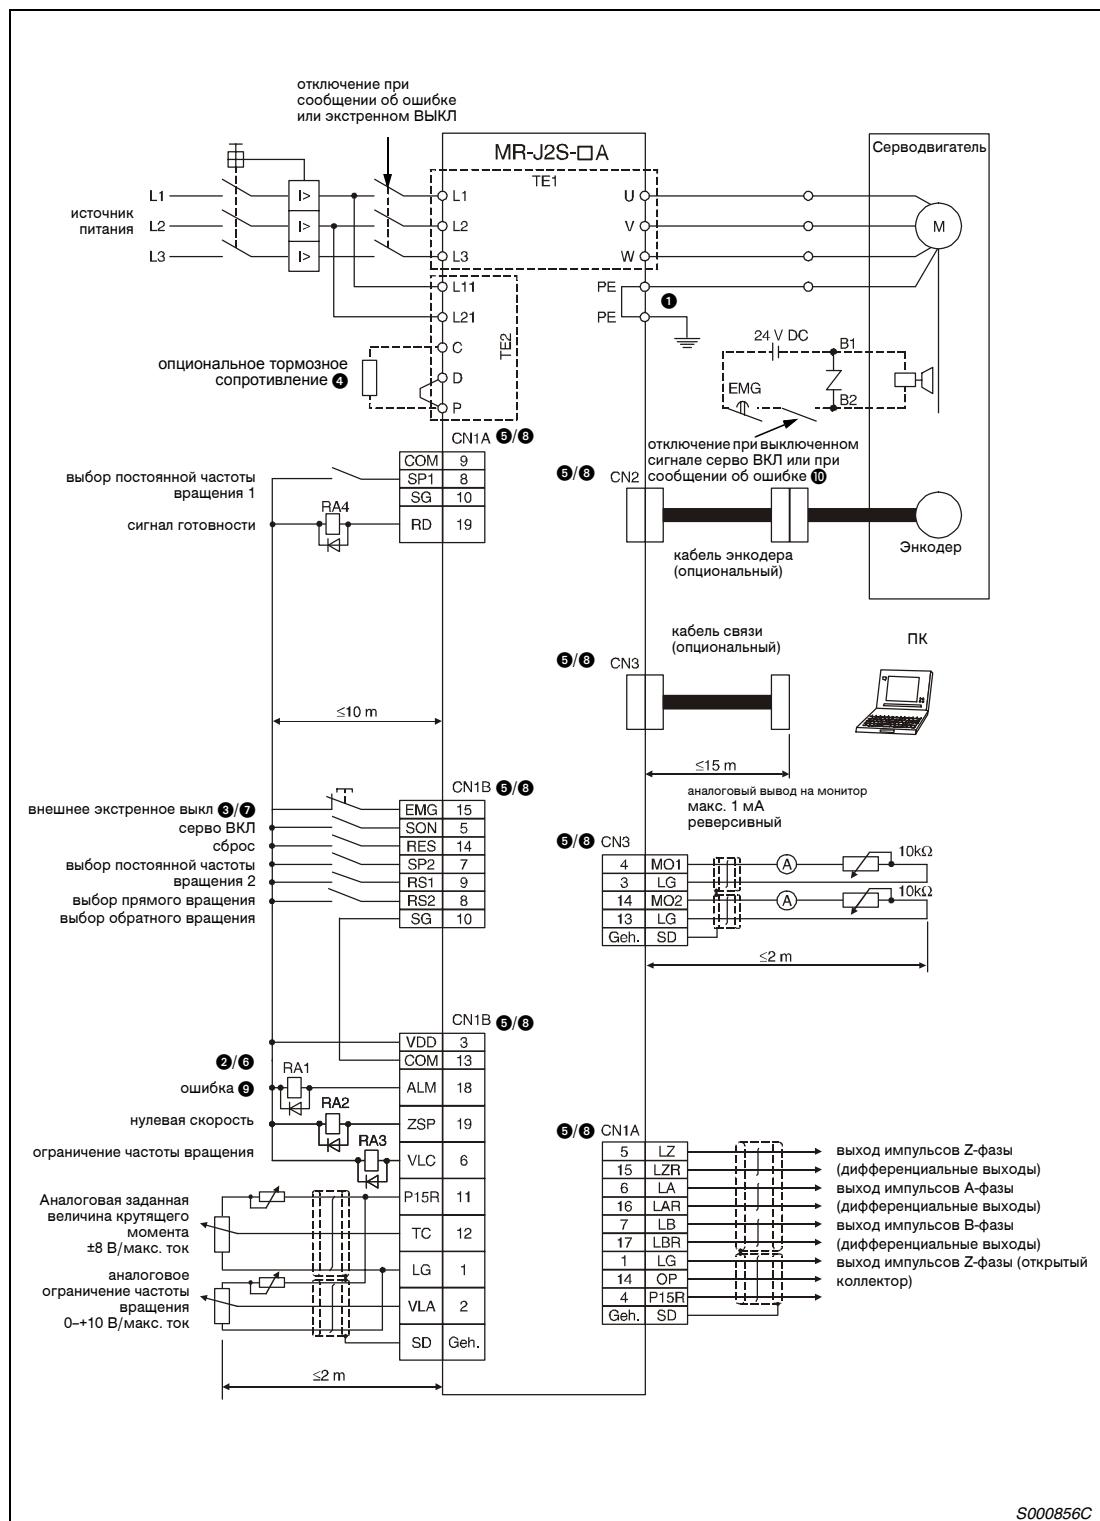
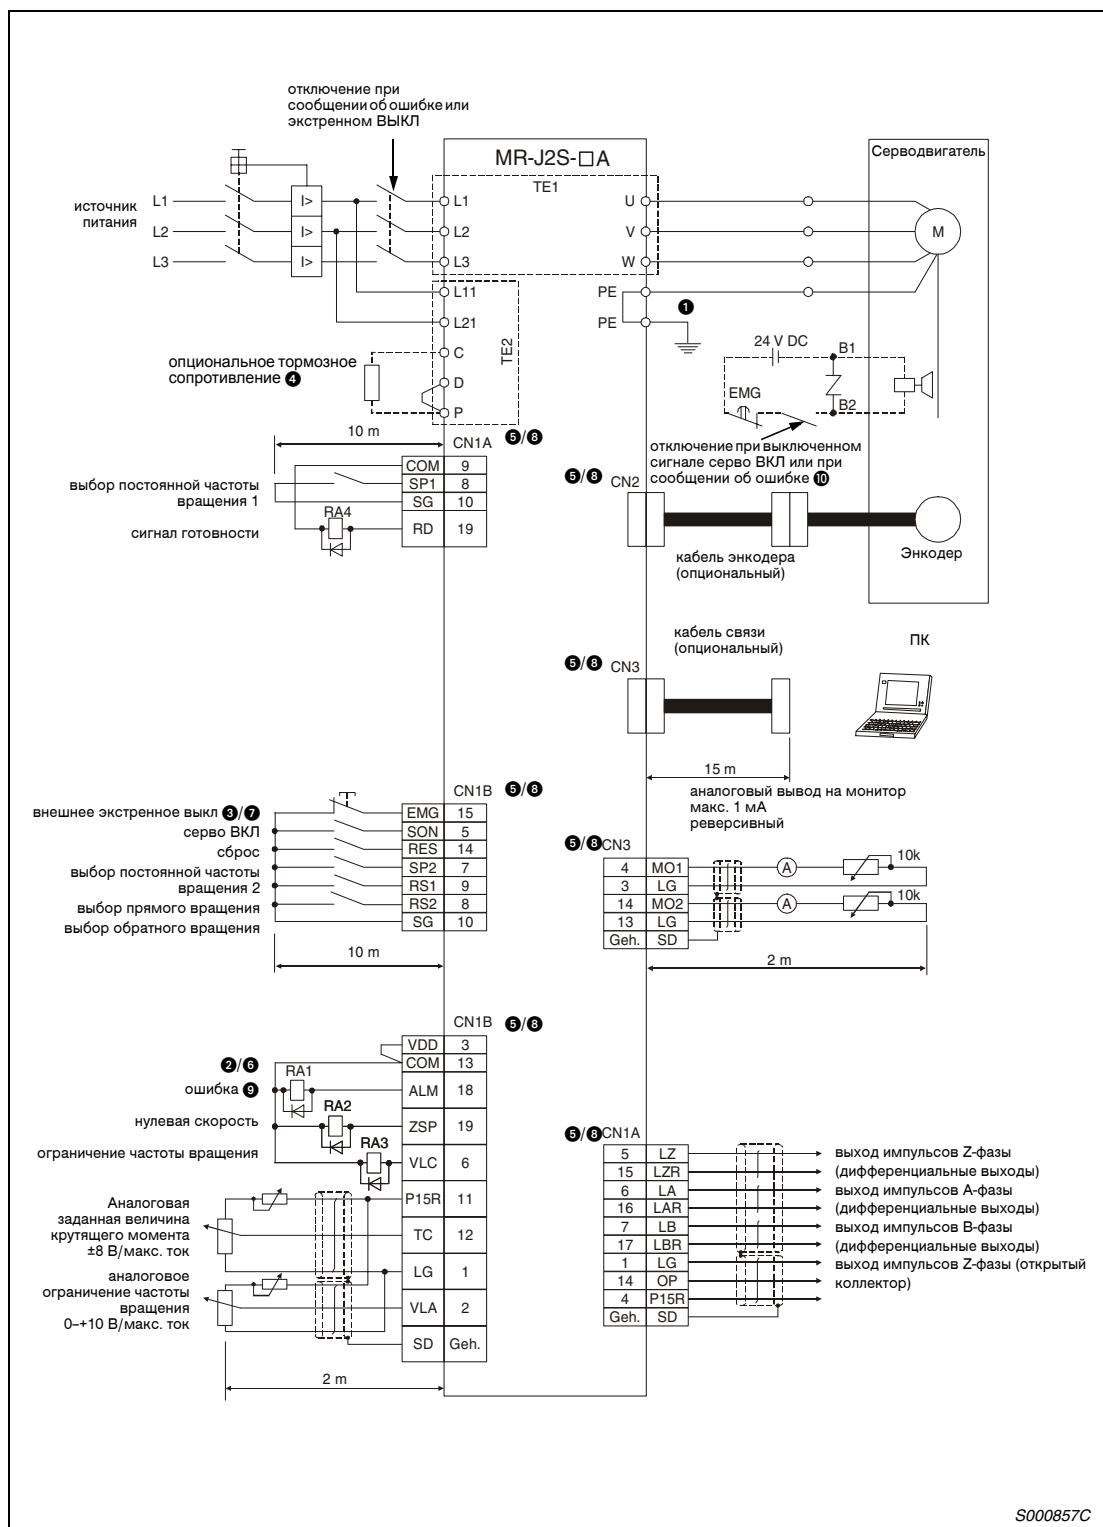

Рис.3-39: Примерная схема для регулирования крутящего момента в положительной логике входа/отрицательной логике выхода
Рис.3-40: Примерная схема для регулирования крутящего момента в отрицательной логике
- ① Соблюдайте правильность заземления серводвигателя и сервоусилителя. Во избежание электрического удара Вам необходимо соединить клемму защитного соединения (PE) сервоусилителя, обозначенную  $\underline{\underline{L}}$ , с клеммой заземления распределительного ящика.
- ② Соблюдайте правильность подключения диодов. Неправильное подключение диодов приводит к ошибкам в работе сервоусилителя и препятствует прохождению сигналов, управляющих такими важными защитными устройствами как экстренное выключение или другими защитными устройствами.
- ③ Необходимо использовать выключатель экстренного выключения.
**Указания к рис. 3-39 и рис. 3-40**
- ④ Указанное подключение клемм для опционального тормозного сопротивления подходит исключительно для сервоусилителя MR-J2S-350A или меньше. Точное описание по проводке клемм для других классов мощности Вы найдете в табл. 3-3.
- ⑤ Разъемы CN1A, CN1B, CN2 и CN3 имеют одинаковую форму. Неправильное подключение разъемов может привести к короткому замыканию и разрушению входов/выходов.
- ⑥ Суммарный ток внешнего реле может составлять максимум 80 mA. В случае превышения суммарным током этой величины Вам необходимо предусмотреть дополнительный внешний источник питания.
- ⑦ До начала эксплуатации должны быть включены внешний сигнал экстренного выключения (EMG) и сигналы LSN и LSP.
- ⑧ В сервоусилителе выходы с одинаковыми названиями соединены друг с другом.
- ⑨ Сигнал ошибки (ALM), до момента появления сигнала тревоги, всегда включен (предохранительное включение). В случае возникновения аварийного сигнала должно быть выключено задание на вращение.
- ⑩ Относится только к серводвигателям с электромагнитным тормозом.
- ⑪ Эта длина относится к подключению задающего импульса к открытому коллектору. При подключении к дифференциальным входам длина составляет максимум 10 м.